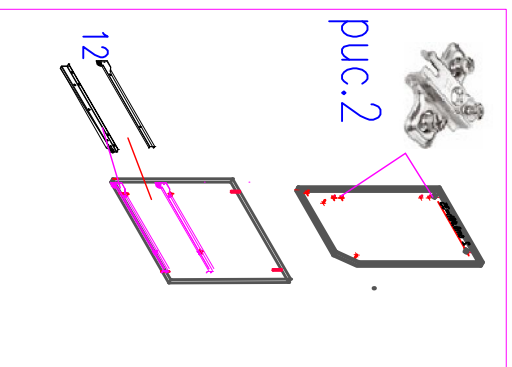

рис.2
2. На посадочные места дет.1, 2 установить монтажные планки Ф №5(рис.2)